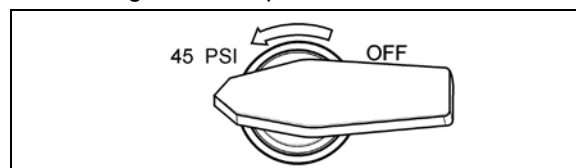

FIGURE 12 : VALVE D'ÉVACUATION DU TENDEUR DE LA COURROIE SUR LE PANNEAU DE COMMANDE ARRIÈRE
8. Repérer la valve d'évacuation d'air du tendeur de la courroie du compresseur de climatiser (le cas échéant). Tourner la poignée de la valve d'évacuation dans le sens antihoraire pour relâcher la pression du soufflet du tendeur de la courroie et desserrer les courroies Figure 12. Déposer les courroies.